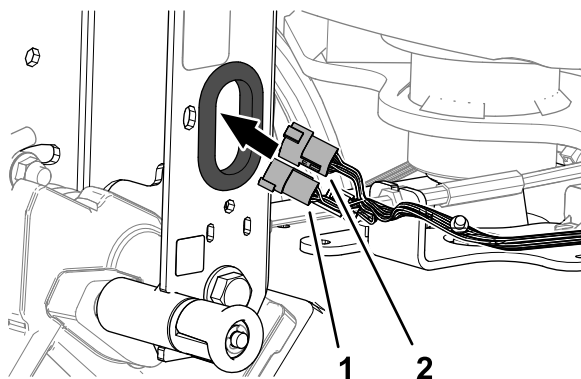

Figura 8
1. Direcionezi conectorul cu 6 pini i conectorul cu 12 pini al cablajului mainii prin garnitura de cauciuc din canalul barei de ghidare (Figura 8).